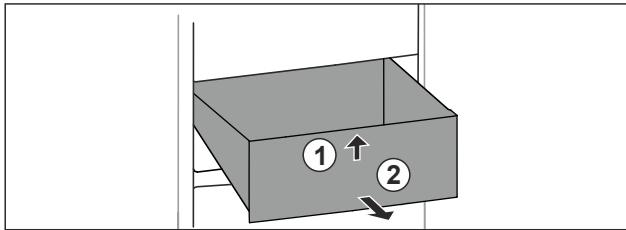

Fig. 96
- 抬起抽屉前部。 Fig. 96 (1)
- 朝前取出抽屉。 Fig. 96 (2)